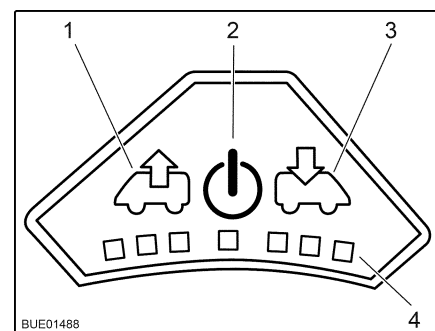

Fig. 86 Quadro comandi del ventilatore
- Accensione:** ■ Premere il tasto On/Off (Fig. 86,2). Il ventilatore funziona in modalità comfort (sfiato al numero di giri minimi del ventilatore).
- Per aumentare il numero di giri del ventilatore: Premere il tasto Sfiato (Fig. 86,1). Il numero di giri del ventilatore aumenta di uno stadio in direzione sfiato. I LED (Fig. 86,4) indicano gli stadi di commutazione.
- Per ridurre il numero di giri del ventilatore: Premere il tasto Aerazione (Fig. 86,3). Il numero di giri del ventilatore si riduce di uno stadio.
- Per aumentare il numero di giri del ventilatore: Premere il tasto Aerazione (Fig. 86,3). Il numero di giri del ventilatore aumenta di uno stadio in direzione aerazione. I LED (Fig. 86,4) indicano gli stadi di commutazione.
- Per ridurre il numero di giri del ventilatore: Premere il tasto Sfiato (Fig. 86,1). Il numero di giri del ventilatore si riduce di uno stadio.
- Premere il tasto On/Off (Fig. 86,2). Il ventilatore si ferma, i LED si spengono.